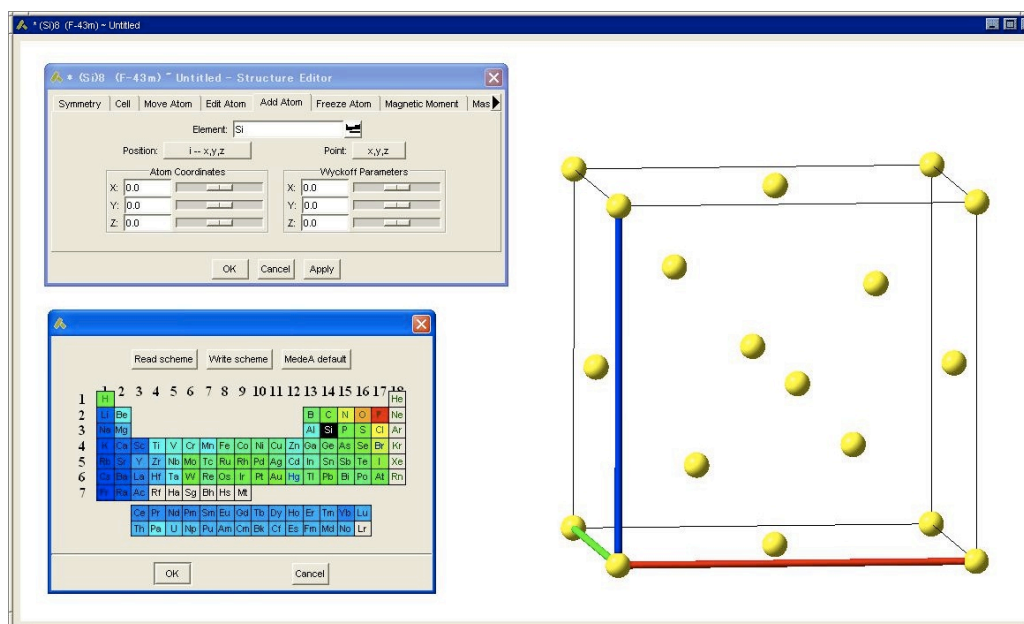

図 1: 計算に必要なパラメータの設定（構造緩和，DOS やバンド構造出力等の設定）．
1. モデル構築 ダイヤモンド構造の Si のモデルを MedeA で構築したものを 図 1 に示す．MedeA はウィンドウ上で計算対象となる結晶モデルの元素記号や格子定数等を設定し，モデルの構築・編集ができる．新しく結晶モデルを作成すること，また，データベースから読み込んだ結晶モデルを編集することも可能である．更に，スーパーセルや表面モデル，点欠陥モデルを作成するためのツールも用意されている．